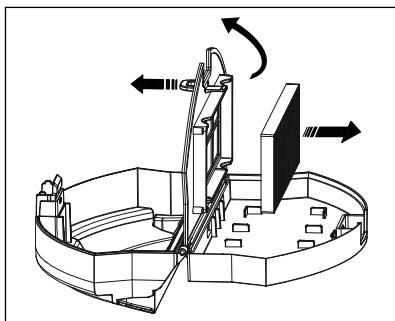

Fig. 10
- 4) Saisissez la languette sur le filtre-tamis et ouvrez le compartiment du filtre EPA 7. Retirez le filtre EPA 7 du compartiment (voir fig. 10).